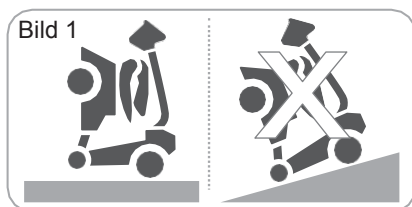

Bild 1
- Bromsen verkar inte när scootern är i ihopfällt och stående läge. För att undvika rullning och risk för personskador (bild 1), placera inte den stående ihopfällda scootern i en lutning.